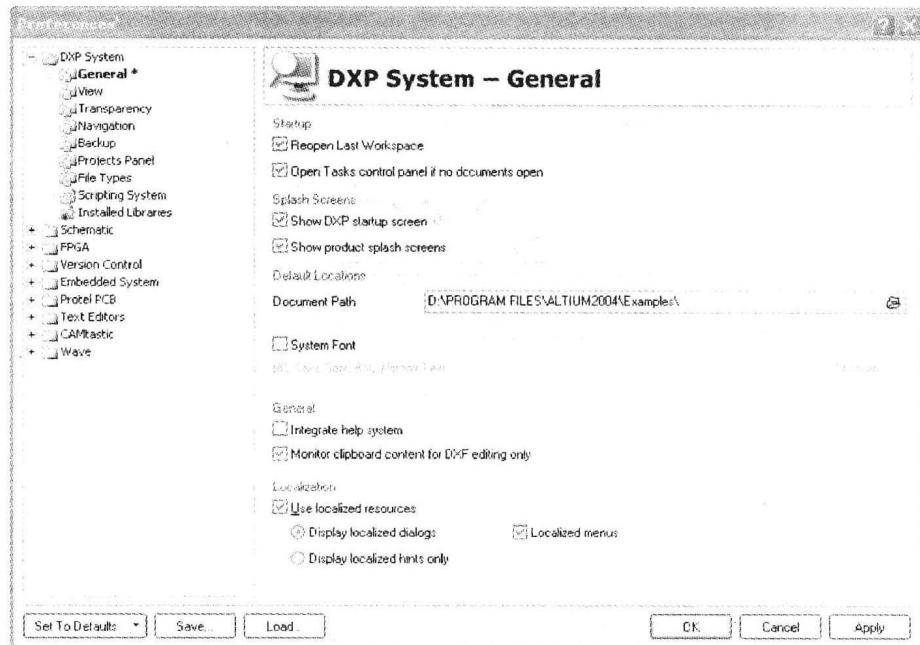

图 1-8 “Preferences”对话框
- 1) 在图 1-7 所示的 Protel DXP 2004 主窗口中执行菜单命令 **DXP / Preferences...**，出现如图 1-8 所示的“Preferences”对话框。在该对话框中选中“Localization”选项组中的“Use localized resources”选项。